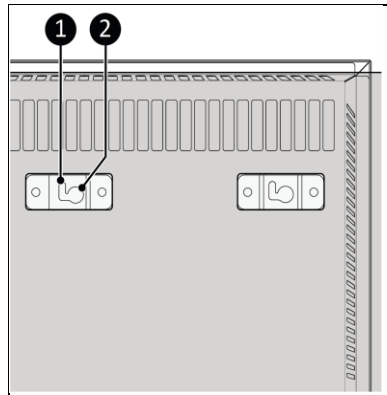

Abbildung 12
10. Platzieren Sie die Halterungslöcher (Abbildung 12, Pos. 2) über den Wandschrauben.
11. Schieben Sie das Gerät nach links und lassen Sie das Gerät in die Öffnung der Halterungen fallen (Abbildung 12, Pos. 1).